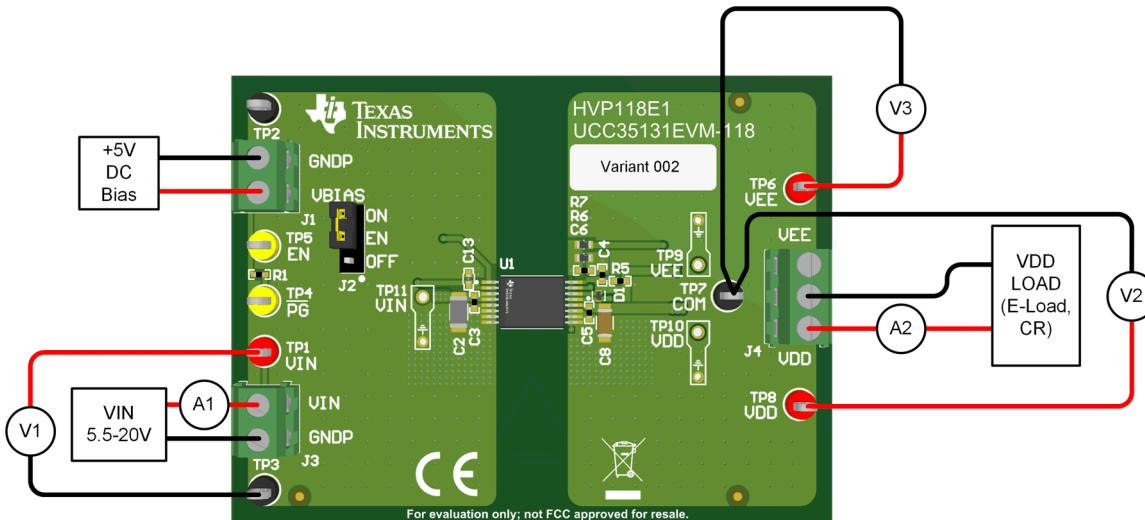

図 2-1. 効率測定の代表的なセットアップ
UCC35131EVM-118 は、ねじ込み端子により V_{IN} , VDD , VEE と迅速に接続できます。図 2-1 に示すように、適切な電流計と電圧計を接続すると、EVM の効率を正確に測定できます。
- J4:1 (VDD) と J4:2 (COM) との間に可変負荷を接続します。電子負荷を使用する場合は、定抵抗 (CR)、450Ω (約 500mW) に設定します。EVM に電力が供給されるまで、負荷は無効のままになります。
- 第 2 の負荷を J4:2 (COM) と J4:3 (VEE) との間に接続します。電子負荷を使用する場合は、定抵抗 (CR)、2.5kΩ (約 10mW) に設定します。EVM に電力が供給されるまで、負荷は無効のままになります。必要な負荷は小さいため、スルーホール 500mW の負荷抵抗を J4:2-3 の間に接続できます。
- 一部の電子負荷は、低 mA の範囲に設定されると CC をレギュレート / 安定化できません。図 2-1 に示すように電流計を挿入して、入力電流と負荷電流を監視します。オシロスコープとともに電流プローブを使用して、電子負荷によってレギュレートされた DC 電流の安定性を検証できます。